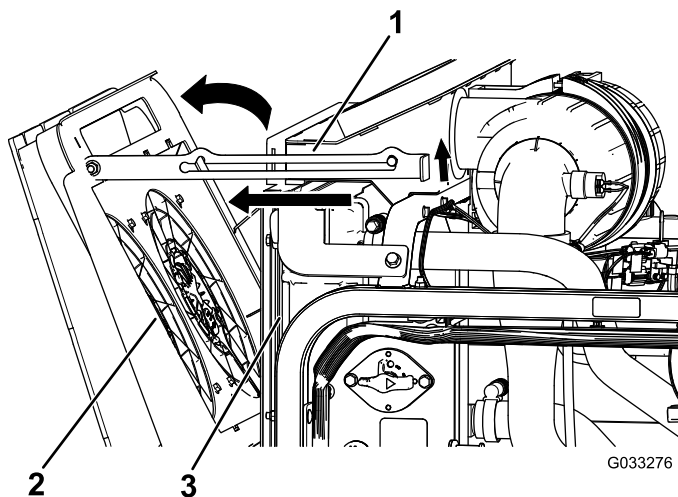

Рисунок 120
2. Поверните вентиляторы охлаждения двигателя в сторону задней части радиатора и зафиксируйте опорную стойку в выемке (Рисунок 120).